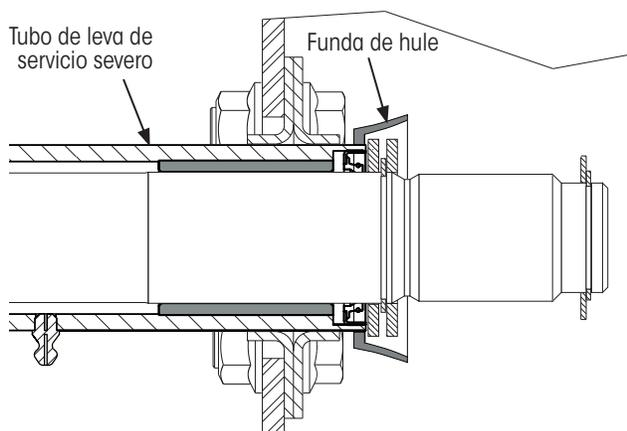

Figura 30: Ensamble de tubo de leva de servicio severo
11. (Solo tubo de leva de servicio severo) Coloque la funda de hule del tubo de leva (Figura 30) encima y detrás de la rondana de la leva-S instalada en el Paso 8.